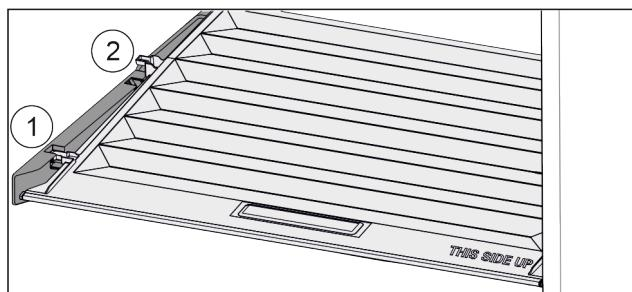

Fig. 91
- ▶ 将盖子向前拉 Fig. 91 (1)至定位件开口。
- ▶ 从下方抬起后端并向上将其移出 Fig. 91 (2)。